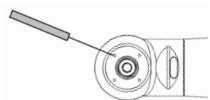

Fig. 7
1. Nettoyez avec soin les orifices à l'aide du fil de nettoyage fourni avec la pièce à main (figure 7).